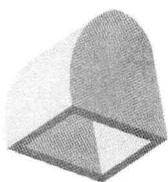
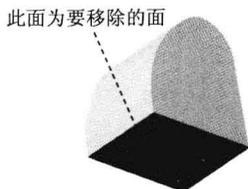

图 1.4 抽壳特征 1
图 1.5 定义移除面
Step3. 创建图 1.4 所示的抽壳特征 1。选择下拉菜单 **插入(I)** → **偏置/缩放(O)** → **抽壳(S)** 命令(或单击 **抽壳(S)** 按钮),系统弹出“壳”对话框;在 **要冲裁的面** 区域单击 **面** 按钮,选择图 1.5 所示的面为移除面,并在 **厚度** 文本框中输入值 **10**,采用系统默认方向;单击 **确定** 按钮,完成抽壳特征 1 的创建。